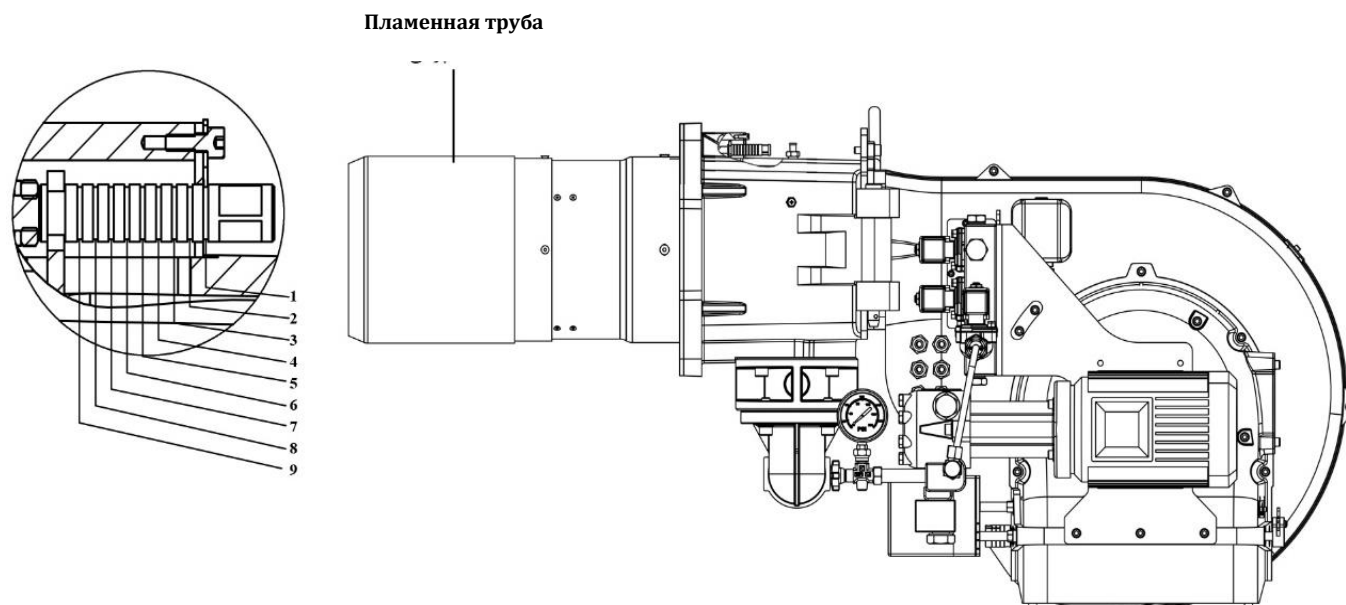

Рис. 7 - Структура насадки пламенной трубы и регулировочного винта
Регулировочный винт имеет 9 насечек, номера которых можно увидеть по Рис. 7.
2. Рассчитать номер насечки регулировочного винта, в соответствии с ожидаемой мощностью горелки (рис.7).